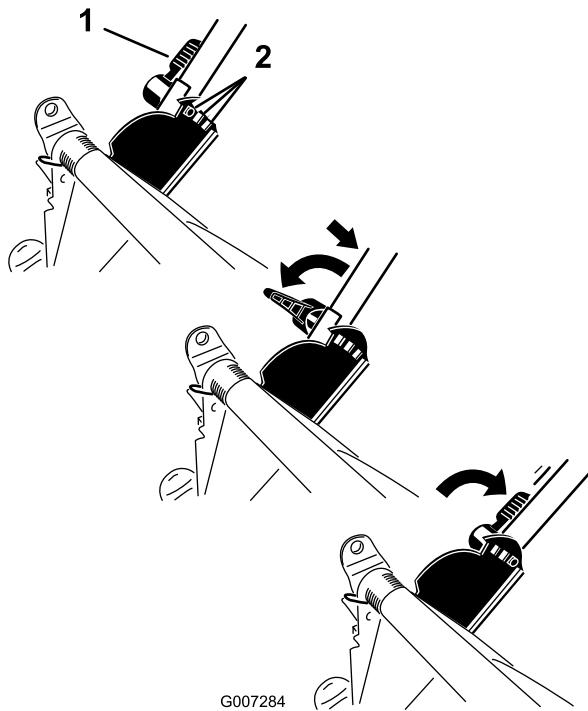

**Bild 13**
**Hinweis:** Schieben Sie zum Anheben der Maschine alle vier Schnitthöhenhebel nach vorne. Schieben Sie zum Absenken alle nach hinten (Bild 13).